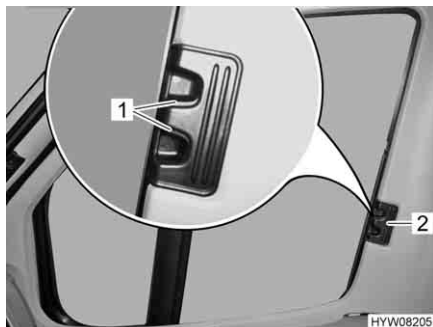

Bild 91 Plisségardin för förar-/passagerarfönster
- Tryck in låshandtagen (Bild 91,1) och håll dem intryckta.
- Ta tag i handtaget (Bild 91,2) och dra plisségardinerna för förar-/och passagerarfönstret till den andra fönstersidan och fäst med magnetremsorna.
- Ta tag i handtaget (Bild 91,2) till plisségardinerna för förarfönstret och passagerarfönstret och skjut in dem så långt det går.
- Släpp låshandtagen (Bild 91,1) och låt dem haka fast.